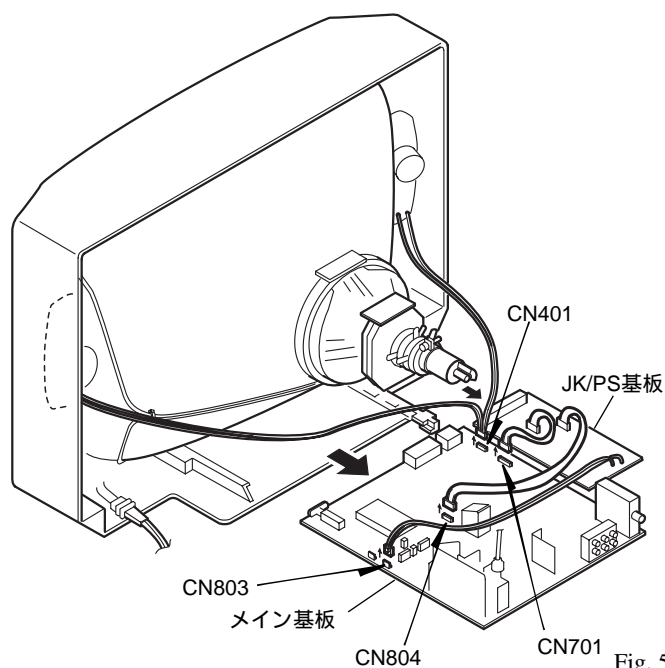

Fig. 5-2
- (2) 矢印方向にメイン基板とJK/PS基板を引き抜いたあと、コネクタ4ヶ (CN803, CN701, CN804, CN401) を外す。(Fig. 5-2参照)